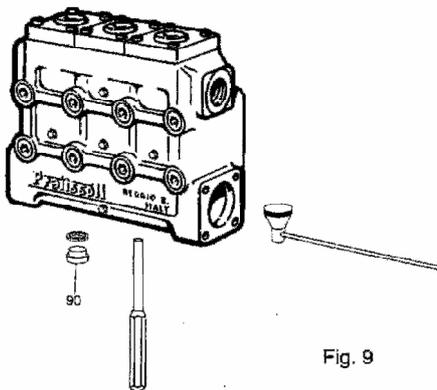

Fig. 9
- Wenn der Ventilsatz fest sitzt besteht die Möglichkeit durch das Heraus schrauben der Stopfen Nr.83 (siehe Fig. 9 + 10) von unten die Ventile nach oben zu drücken. Hierfür ist als Ausbauwerkzeuge (Teile Nr. 2000.3009.0) eine Ausdrückspindel erhältlich